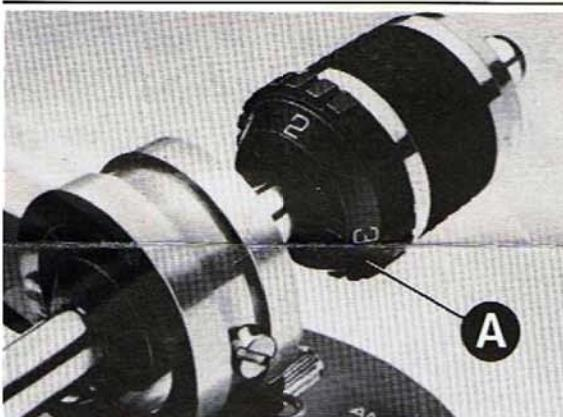

Fig. 1
5. Tonarm Gegengewicht jetzt auf das hintere Ende des Tonarms aufsetzen (Abb. 1). Die Führung des Gegengewichtes muss mit dem Tonarm übereinstimmen, damit das Gegengewicht auf dem Tonarm hin- und hergeschraubt werden kann. Die Tonarmbalance wird, wie unter (1) des Abschnittes 'Justagen', eingestellt.